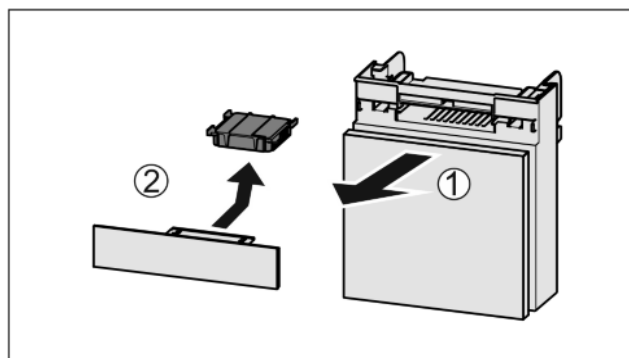

Fig. 51
- ▶ Tõmmake Fig. 51 (1) laegas ettepoole välja.
- ▶ Võtke Fig. 51 (2) aktiivsõefilter välja.